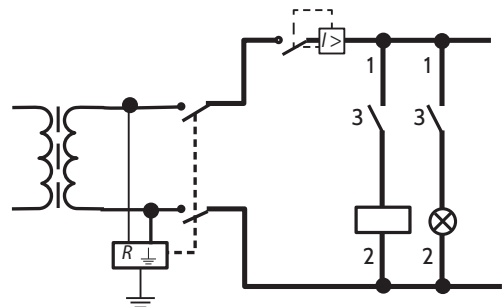

Figura-9 Método b2) Circuito de comando no puesto a tierra alimentado por un transformador
Nota 2 El método b2) también puede ser empleado para los circuitos de comando de DC. En este caso, el transformador mostrado en la Figura 9 es reemplazado por una Fuente de alimentación de DC.
Nota 3 La Figura 9 no muestra los dispositivos de protección contra sobrecorriente en el circuito de medición destinados a la protección del monitor de aislación.
2) deben incluir un dispositivo, por ejemplo un monitor de aislación, que corte o interrumpa el circuito automáticamente en caso de falla a tierra (ver Figura 9); o